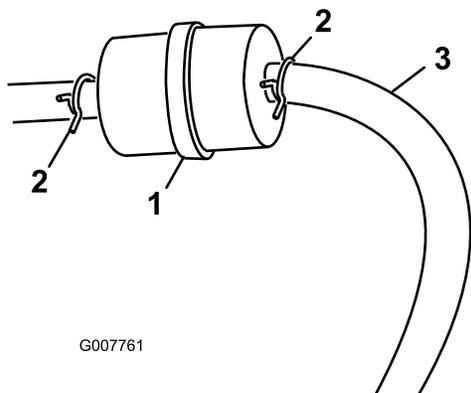

图 23
3. 将软管夹的两端挤压到一起将它们滑离滤清器图 23。
5. 安装新的滤清器并将软管夹移近滤清器图 23。
3. 松开燃油滤芯上的软管夹、沿燃油管向上滑动、使之离开燃油滤芯图 23。
4. 从燃油滤芯上断开燃油管图 23。
注意 让燃油排入燃油容器或放油盘图 23。
5. 将燃油管安装到燃油滤清器上。将软管夹滑近燃油滤清器固定燃油管 (图 23)。